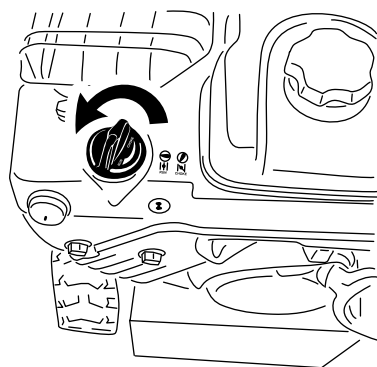

Рисунок 21
5. Поверните заслонку в положение Choke (Заслонка) (Рисунок 21).